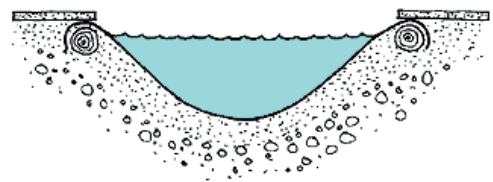
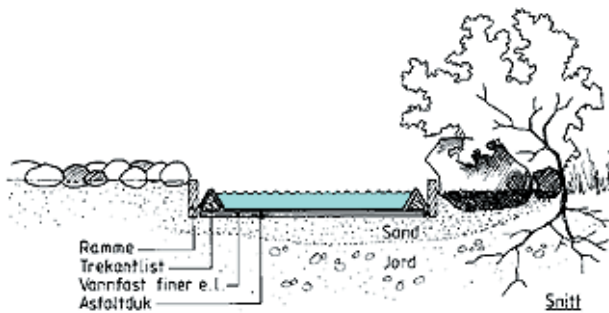

Fig. 32
Fig. 556
Prinsippet for en dam av vanntett duk er nesten like enkelt som for en dam bygd av ferdige kar. Duken hviler på en pute av sand i en grop i bakken, og forankres langs kantene med store stein, trelister o.l., se fig. 32. Det finnes mange typer duk på markedet. Det gir stort spillerom for utforming og bruk.
- 554 *Bassenger av duk.* Duken må ha solid forankring langs kanten, helst i form av en treramme som duken legges rundt, se fig. 32, fig. 512 b og fig. 556. Bunnen kan bestå av ei plate eller komprimert sand som igjen hviler på drenerende masser. En filterduk hindrer sanden i å renne ned gjennom det drenerende sjiktet. Arbeidet er ikke vanskelig, men det må gjøres nøyaktig. Bassenger i offentlig miljø må ha en ekstra sterk dukkvalitet. En kan sørge for avløp med hevert eller lensepumpe, eller med en propp som er tilknyttet et avløpssystem.
- 556 *Fuglebad.* Selv et lite, grunt basseng må lages pent, solid og enkelt, slik at det glir inn i omgivelsene, se fig. 556.